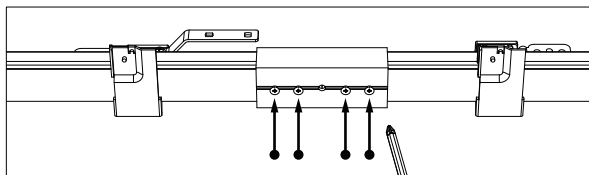

Abb. 8-a
8. Drehen Sie die Schiene erneut um (Abb. 8-a) und ziehen Sie die Schrauben auf der Rückseite mit einem Schraubendreher fest, um sicherzustellen, dass die beiden Schienensektionen nicht locker werden oder herausrutschen.